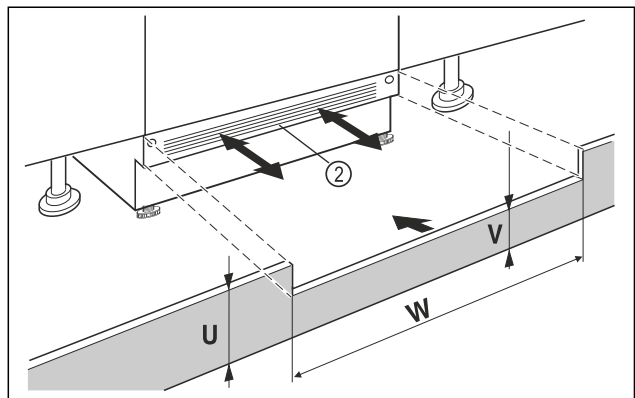

Fig. 62 Beispielhafte Darstellung
- ▶ Gerätesockelblende Fig. 62 (2) aufsetzen aber noch nicht fixieren.
- ▶ Bei sichtbarer Sockelblende Fig. 62 (2), diese so weit nach vorn ziehen, dass Vorderkante Lüftungsgitter und Möbelsockelblende eine Ebene bilden.
- ▶ Bei verdeckter Sockelblende Fig. 62 (2), diese ganz nach hinten schieben.
- ▶ Auf komplett freie Lüftungsschlitze achten: Bei Bedarf Höhe der Möbelsockelblende Fig. 62 (U) zuschneiden!
- ▶ Entlang der Nischenbreite Fig. 62 (W) die Steghöhe Fig. 62 (V) unter der Gerätesockelblende Fig. 62 (2) einpassen.